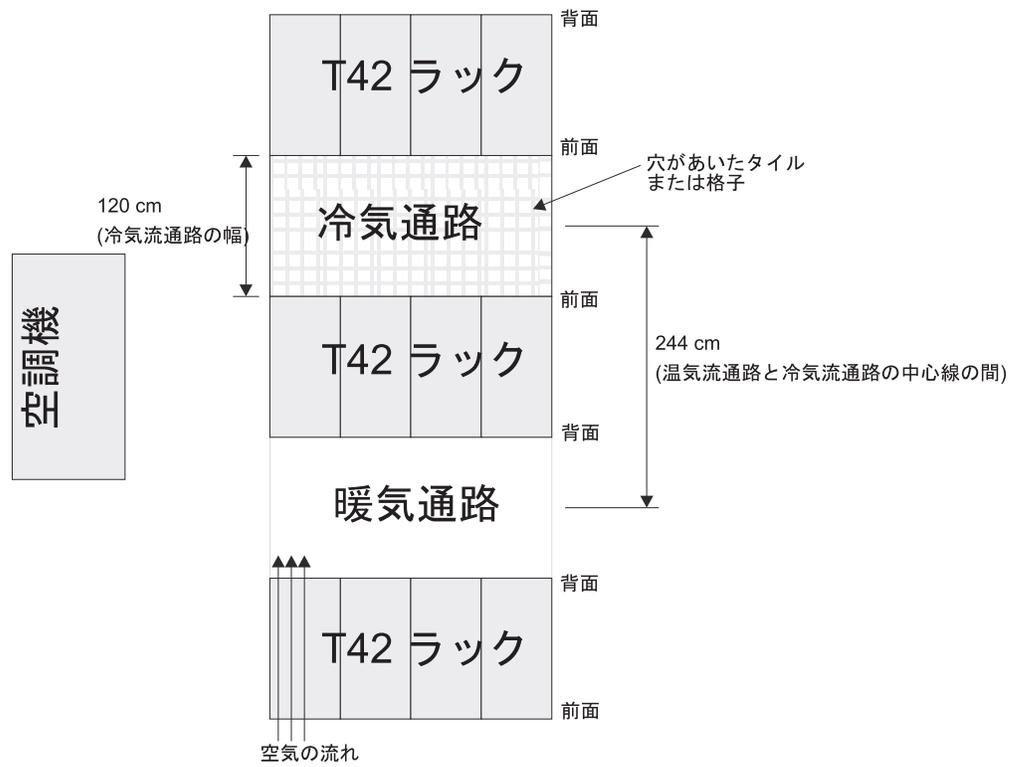

図 15. 冷氣通路/暖気通路ラック構成の例
- 空気はラックの前面から入り、背面から出るようにすること。ラックから出る空気が、別の装置の取り入れ口に入らないようにするために、ラックを、背面と背面、あるいは前面と前面を合わせるようにして交互の列に配置する必要があります。この配置方法は「冷気通路/暖気通路」と呼ばれ、29 ページの図 15 にその図を示しました。
- ラックが対面または背中合わせの列で並んでいるところでは、冷気通路の幅を 122 cm (48 in.) 以上取って、列を離す必要があります (29 ページの図 15 を参照)。